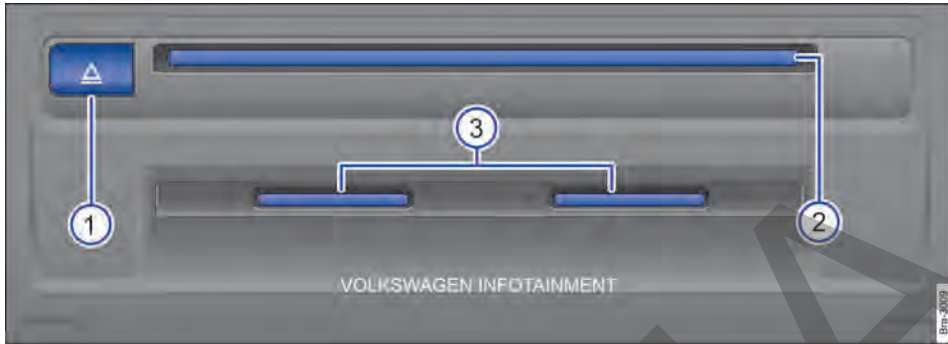

Fig. 147 Unidad multimedia externa: en la guantera.
Leyenda para → fig. 147:
- Después de la solicitud, insertar el CD en la entrada para CD de la unidad de CD → fig. 147 ② hasta que se introduzca automáticamente hacia adentro.
- Pulsar la tecla de eyección  → fig. 147 ①.
En la entrada de tarjeta SD → fig. 147 ③ solo se pueden introducir tarjetas SD con las siguientes dimensiones: 32 mm x 24 mm x 2,1 mm (1,26 x 0,94 x 0,083 pulgadas) o 32 mm x 24 mm x 1,4 mm (1,26 x 0,94 x 0,055 pulgadas).